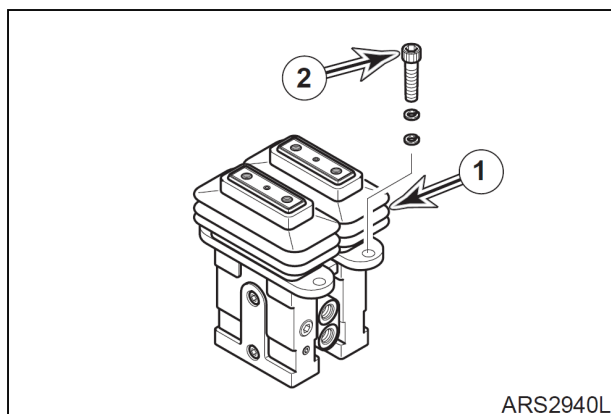

Рис. 51
4. Подсоединить шланги к клапану педали (1, рис. 51), соблюдая их маркировку.